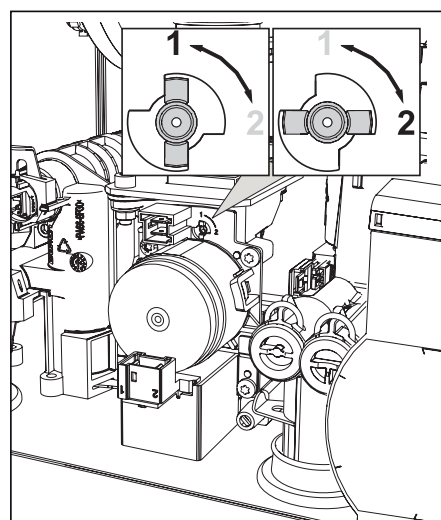

fig. 191 -
3. Ruotare il Throttle (fig. 191) secondo la posizione indicata nella "Tabella. 9 - Posizione THROTTLE e impostazione parametro".